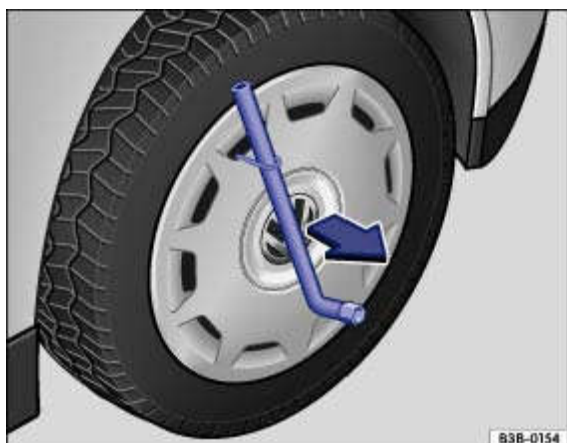

Fig. 260 Retrait de l'enjoliveur de roue plein
- Faites passer la clé démonte-roue à travers l'étrier métallique → Fig. 260 et retirez l'enjoliveur de roue plein dans le sens de la flèche.